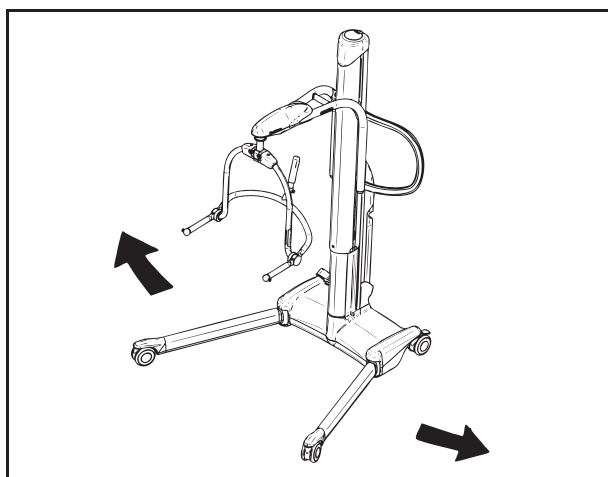

図 13
（図 13）シャーシリアキャスターにはブレーキが付いており、足で簡単に操作でき、MAXI MOVE を正確な位置に固定します。
**注意：** シャーシ後部キャスターには、必要時に足で操作できるブレーキが付いています（図 13 を参照）。患者が持ち上げられる間に本リフトの重心に合わせて患者の姿勢が調節されるため、この段階ではシャーシのブレーキをかけないでください。